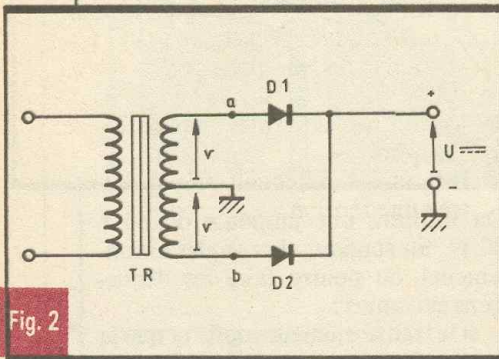

Fig. 2
a) Le montage va et vient ou parallèle (P2) (fig. 2)